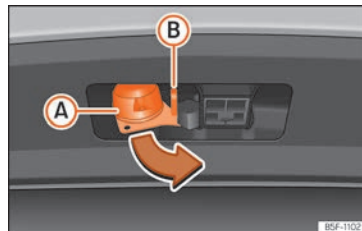

Fig. 179 Faire pivoter le connecteur à 13 broches
- Saisissez le connecteur par la zone (A) et retirez-le dans le sens de la flèche » fig. 179.
- Ouvrez le capuchon du connecteur (A) et connectez la remorque » fig. 179.
- Accrochez le fil de retenue de la remorque dans l'œillet de sécurité » fig. 179 (B). En l'accrochant, le fil de retenue doit s'affaisser dans toutes les positions de la remorque par »